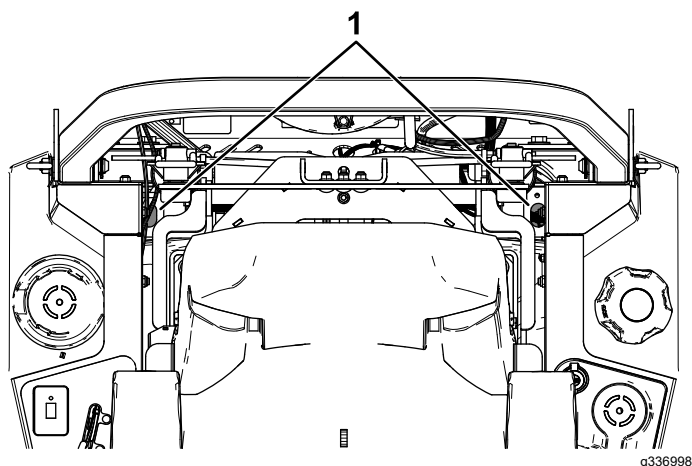

Figura 66
4. Utilizando uma extensão e uma chave de 7/16 pol., aceda ao tampão de ventilação a partir da parte superior da máquina através dos furos próximos das montagens das barras de segurança (Figura 66).